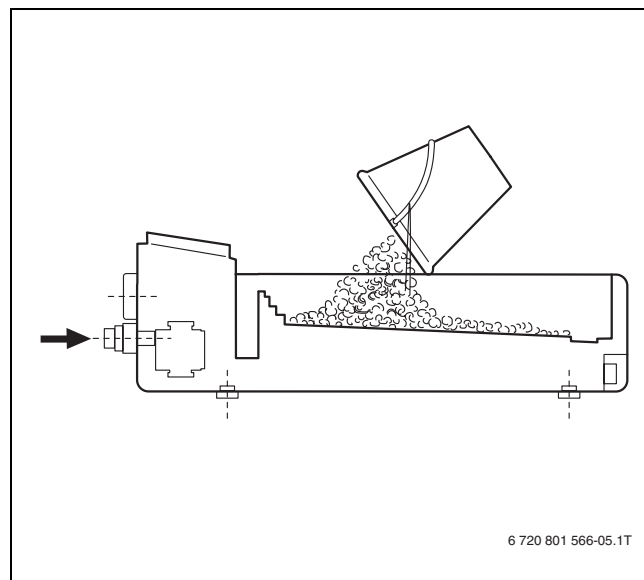

Fig. 5 Chambre de désembouage
- ▶ Verser les granulats selon le tab. 3 (→ fig. 5, page 7).